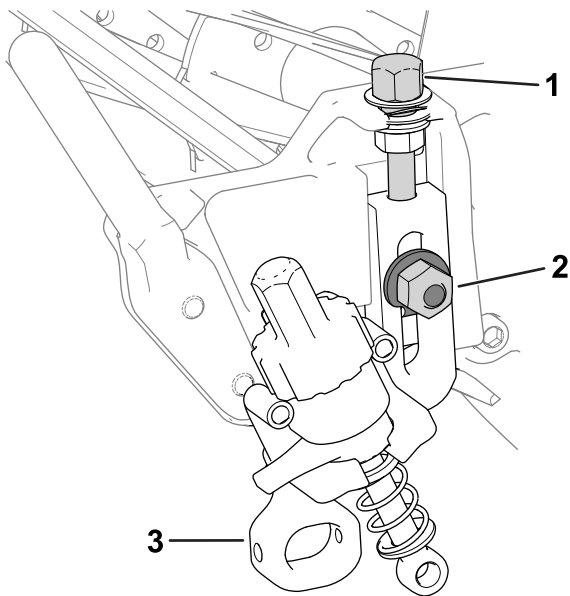

図 11
1. 先ほど外した刈高調整ねじを、刈高アセンブリの上部に取り付ける 図 11。
2. 刈高アセンブリを、カッティングユニットのサイドプレートに取り付ける先ほど取り外したプラウボルト、ナット、特殊ワッシャを使用する 図 11。